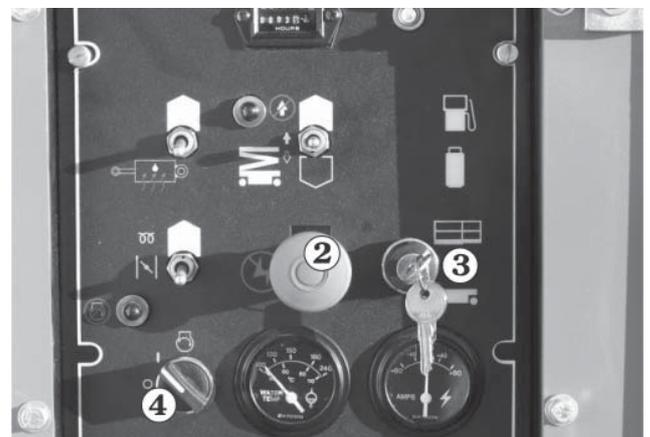

Abb. 8.16
2. Schalten Sie den **Notaus-Schalter** 2 ein (obere Stellung). (Siehe Abb. 8.16)
3. Schalten Sie den **Boden-/Plattform-Wahlschalter** 3 auf Plattform (obere Stellung) (siehe Abb. 8.16).
4. Drehen Sie den Schlüssel 4 auf ein, drehen Sie den Schlüssel 4 aber nicht auf Start (siehe Abb. 8.16).